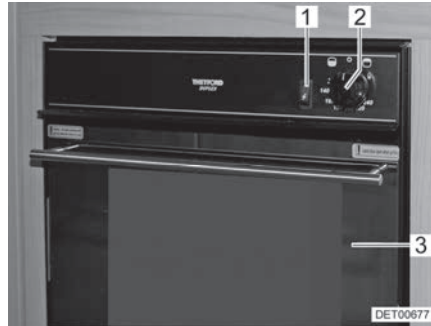
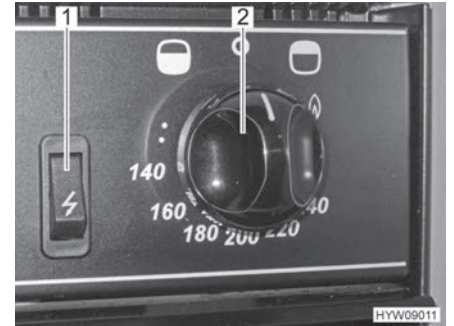

Bild 144 Gasbackofen mit Grill
Bild 145 Bedienelemente (Gasbackofen mit Grill)
- Backofenklappe (Bild 144,3) ganz öffnen.
- Drehregler (Bild 144,2 und Bild 145,2) drücken und entgegen dem Uhrzeigersinn (in Richtung Backofen-Symbol "☐") auf maximale Einstellung stellen.
- Drehregler (Bild 144,2 und Bild 145,2) drücken und 5 bis 10 Sekunden lang gedrückt halten. Es strömt Gas zum Brenner.
- Zündschalter (Bild 144,1 und Bild 145,1) so lange drücken, bis die Flamme brennt.
- Drehregler (Bild 144,2 und Bild 145,2) drücken und im Uhrzeigersinn (in Richtung Grill-Symbol "☐") auf das Flammensymbol stellen.
- Drehregler (Bild 144,2 und Bild 145,2) auf "O" drehen. Die Flamme erlischt.